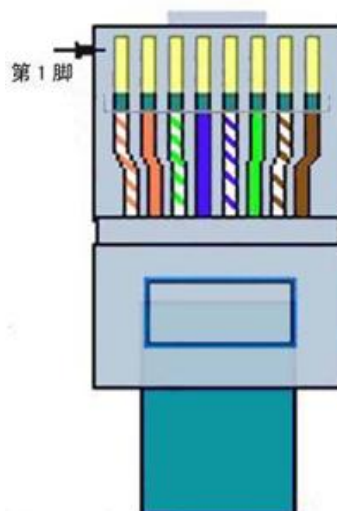

图 3 网线线序
- c) POE 供电：通过普通 RJ45 网口的引脚 5（GND）和引脚 8（VCC）两根线可以给 ZLAN5443A 供电，供电电压为 9~24V 之间的任何值。RJ45 网线线序参考图 3。（需要定制，默认无）